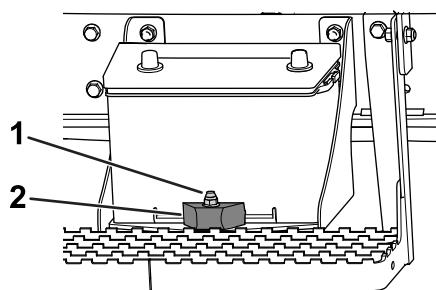

**Bild 88**
1. Schließen Sie das Pluskabel an die Batterie an und ziehen Sie die Batterie-Klemmmutter an (Bild 88).
2. Schließen Sie das Minuskabel an die Batterie an und ziehen Sie die Batterie-Klemmmutter an (Bild 88).